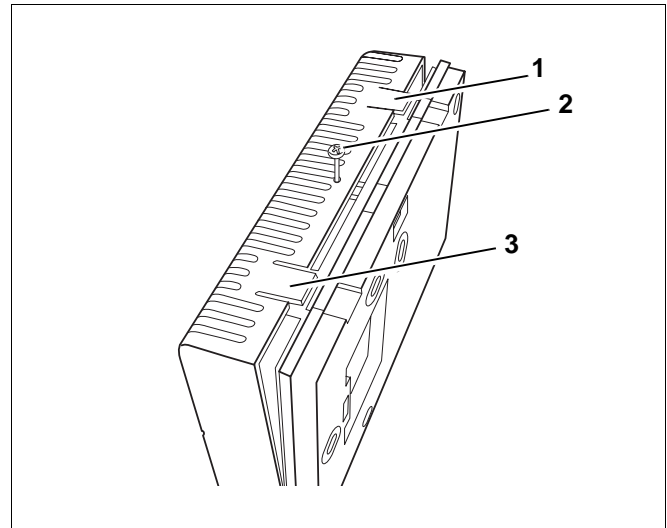

Abb. 2 Regelgerät öffnen
- Schraube auf der Unterseite des Regelgerätes lösen (Abb. 2, Pos. 2).
- Beidseitig die Verklammerung an dem Oberteil des Regelgerätes lösen und das Gehäuse aufklappen (Abb. 2, Pos. 1 + 3).